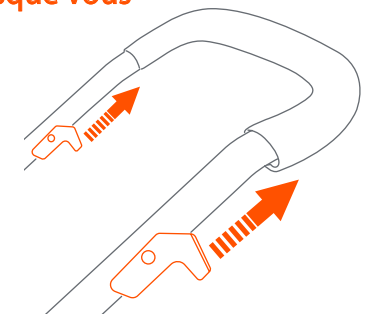

Fig. 8a
- 8) • Pull both triggers together to fold the wagon (Fig. 8a).
- Jale ambos gatillos al mismo tiempo tpara plegar el vagón (Fig. 8a).
- Tirez les deux gâchettes en même temps pour plier le wagon (Fig. 8a).